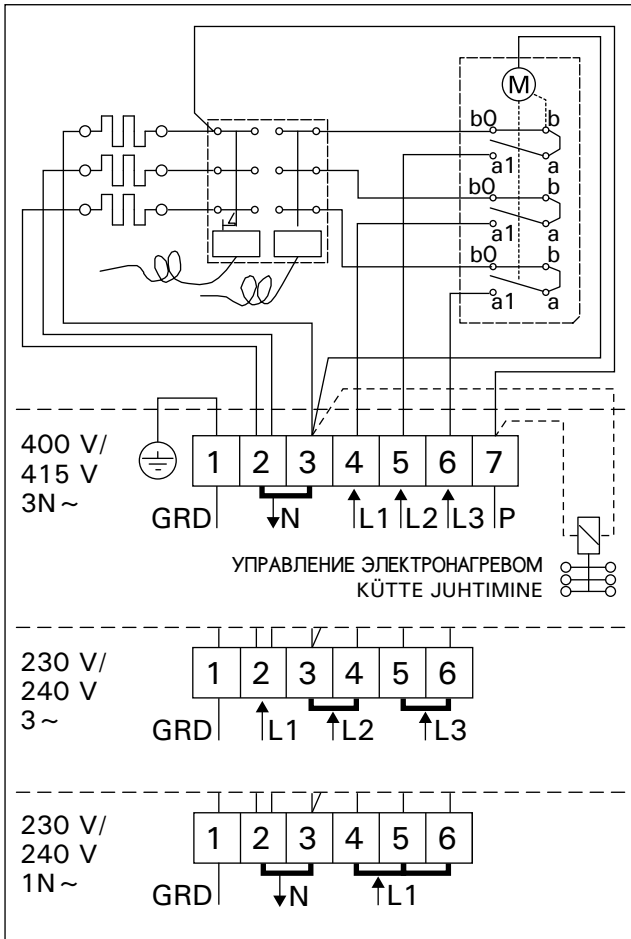

Рисунок 10. Электромонтаж каменки BC
- Кроме клемм питания каменки BC оснащены также клеммой (P), которая делает возможным управление электрическим нагревом (рис. 10). Управляющее напряжение передается от каменки, когда она включена. Кабель управления электронагревом подводят прямо к соединительной коробке каменки и дальше с помощью резинового кабеля, равного по сечению соединительному кабелю, к клеммнику.